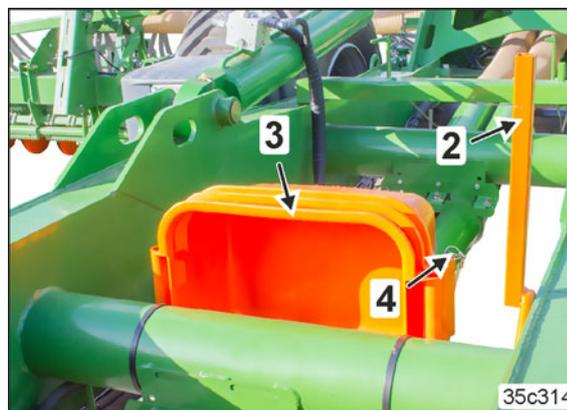

Рис. 66
В случае неиспользования поддоны вставляются друг в друга и закрепляются пружинным фиксатором (Рис. 66/4) в транспортировочном креплении.
- Citan 15001-C (Рис. 66/3)
- Citan 15001-C (Рис. 66/2)